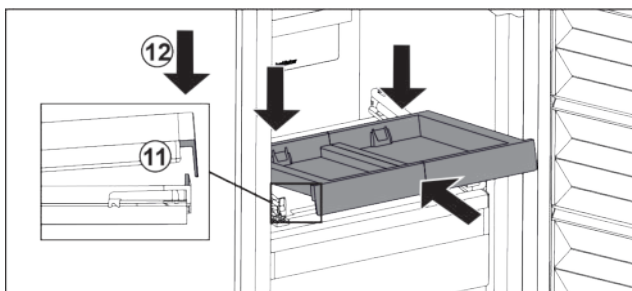

Fig. 108
- Schräg einschieben. Darauf achten, dass auf beiden Seiten der Anschlag hinter der Lasche ist. Fig. 108 (11)
- Auszugsbord vorne absetzen. Fig. 108 (12)